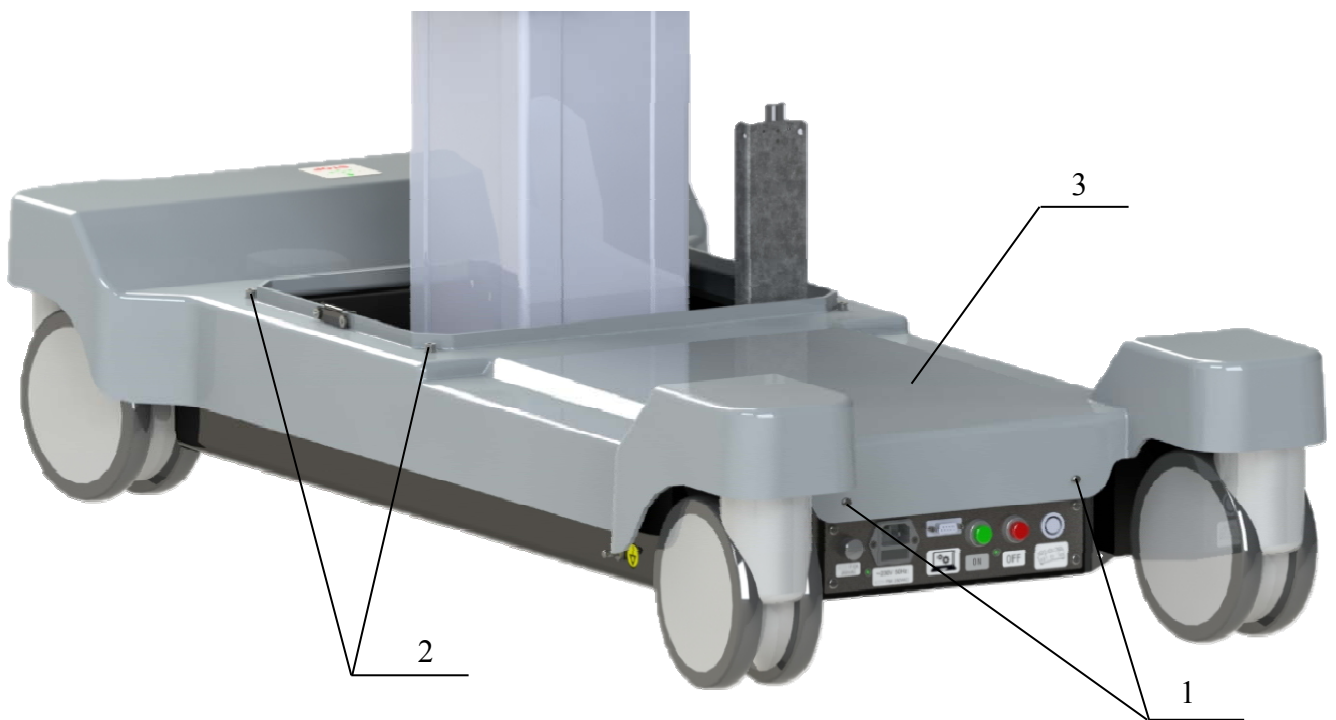

Рисунок 18. Снятие обшивки шасси.
- отверните винты 1 – 2 шт. и винты 2 – 4 шт. (Рисунок 18);